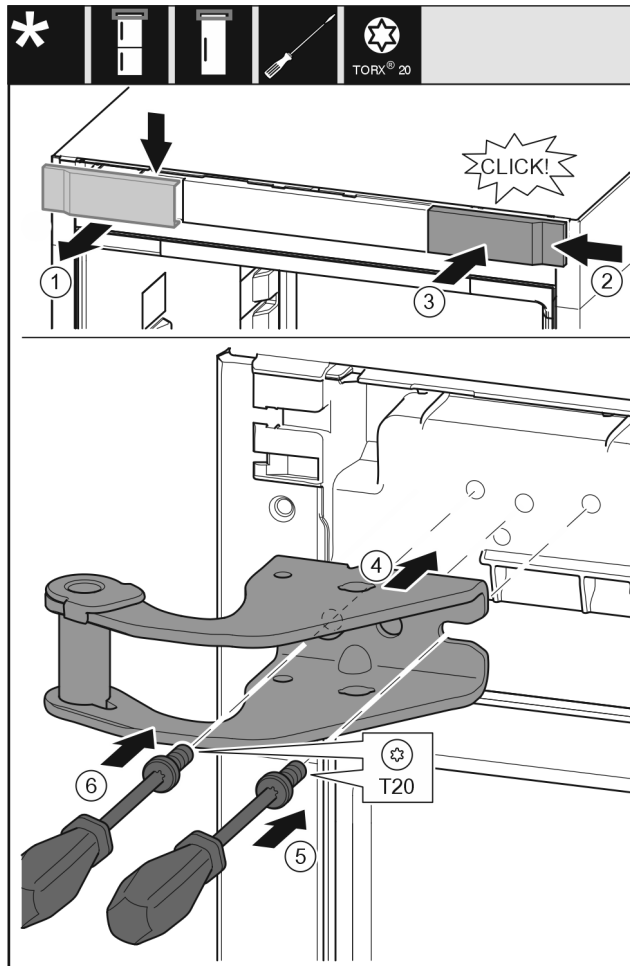

Fig. 9
- ▶ 从上方朝前取下盖板。 Fig. 9 (1)
- ▶ 将盖板旋转 180° 至另一侧从右边挂上。 Fig. 9 (2)
- ▶ 卡入盖板。 Fig. 9 (3)
- ▶ 装上上方的托架。 Fig. 9 (4)
- ▶ 用 T20 螺丝刀放上并旋紧螺钉。 Fig. 9 (5)
- ▶ 用 T20 螺丝刀安装并旋紧螺钉。 Fig. 9 (6)